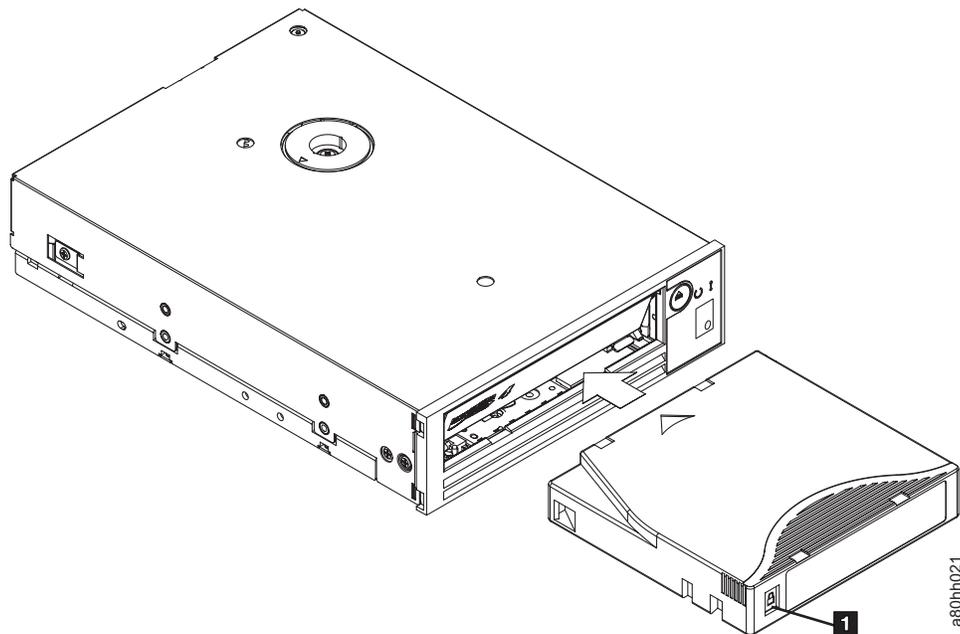

Figura 6. Inserindo um Cartucho na Unidade
3. Pegue o cartucho para que o comutador de proteção contra gravação fique de frente para você (consulte **1** na Figura 6).